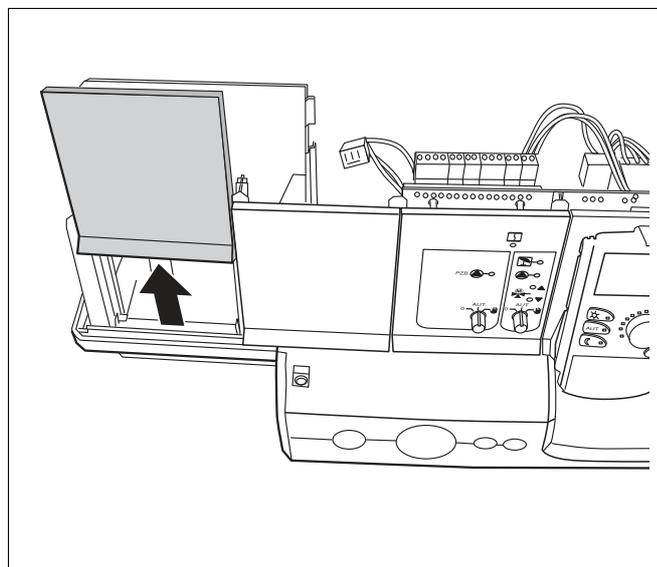

Рис. 4 Удаление заглушки
- Удалите заглушку с разъема (слот → рис. 4), в который будет устанавливаться функциональный модуль.